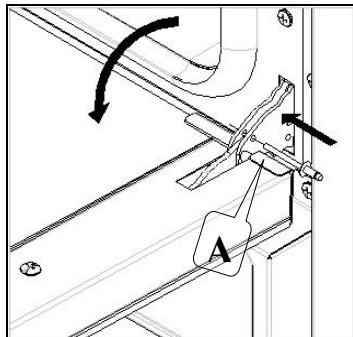

Abb. 6
- die Ringe mitgelieferten Bolzen in die Löcher (A) stecken die sich auf den zwei Scharnieren befinden (Abb. 6);